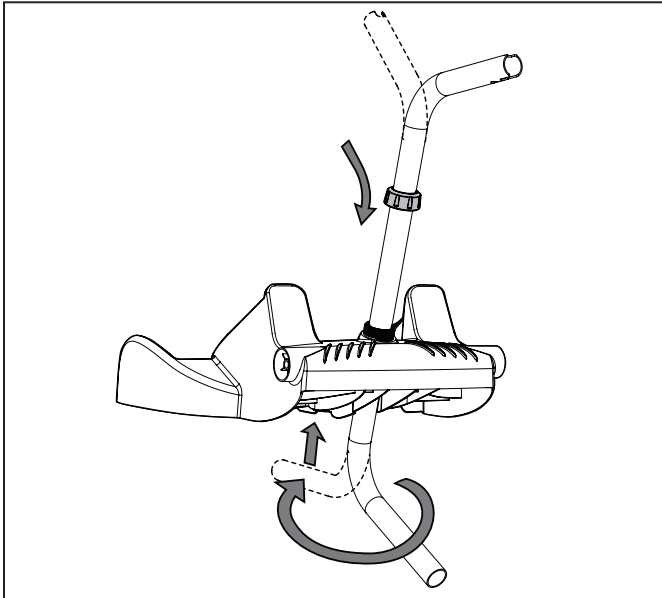

**Figura 2. Saque la tuerca de mano de la unidad de base**
1. Desatornille la tuerca de mano de la unidad de base (Figura 2).